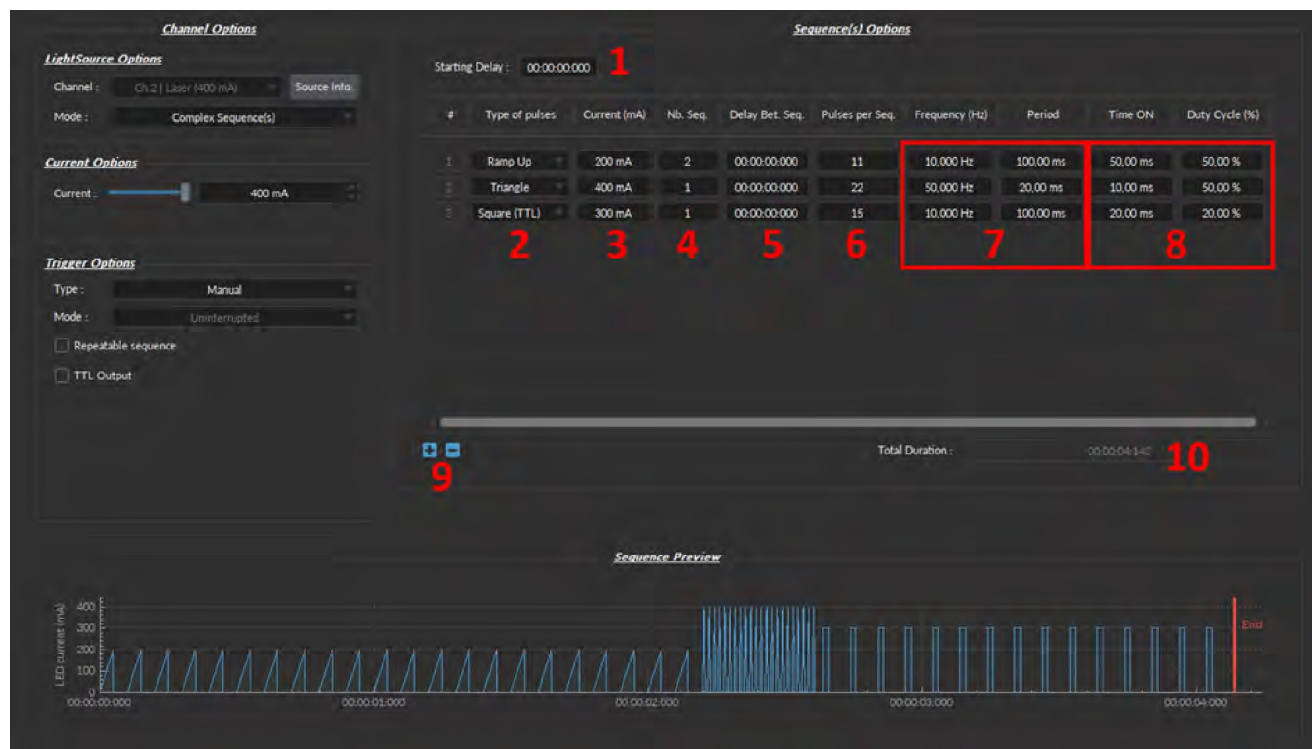

Figure 4.18 : Fenêtre des séquences complexes
1. Le **Délai (départ)** (Fig. 4.18) définit le délai (au format hh:mm:ss:zzz) avant la première séquence d'impulsions.
2. Le champ **Type Pulsation** (Fig. 4.18) permet de définir le type d'impulsion. Les impulsions peuvent être **carrées (TTL)**, **Triangle**, **Ascendante** (rampe), **Descendante** (rampe) ou **Délai**. Le type d'impulsion **Délai** est utilisé pour créer un retard entre différentes séquences.
3. Le paramètre **Courant** (Fig. 4.18) définit le courant maximum (en mA) pour la séquence donnée.
4. Le **Nb Séq.** (Fig. 4.18) définit le nombre de fois que la séquence sera répétée, avec un minimum de 1.
5. Le paramètre **Délai entre Séq.** (Fig. 4.18) définit le délai (au format hh:mm:ss:zzz) entre chaque séquence si l'option **Nb Séq.** est supérieur à 1.
6. Le paramètre **Impulsions par séquence** (Fig. 4.18) définit le nombre d'impulsions par séquence, avec un minimum de 1.
7. Le paramètre **Fréquence/Période** (Fig. 4.18) définit la fréquence (en Hz) ou la période (en ms) de la séquence d'impulsions. Ces deux valeurs sont liées, et lorsque l'une est modifiée, l'autre s'ajuste automatiquement. Par exemple, un signal à 10 Hz (fréquence) émettra une impulsion toutes les 100 ms (période), alors qu'une séquence d'impulsions à 0,5 Hz (fréquence) émettra une impulsion toutes les 2000 ms (période).
8. Le paramètre **Temps Actif/Rapp.cycle** (Fig. 4.18) permet de régler le temps (en ms) ou le rapport cyclique (en %) de chaque impulsion. Ces deux valeurs sont liées et lorsque l'une est modifiée, l'autre s'ajuste automatiquement. Le **Temps Actif** doit être inférieur à $(1/\text{fréquence}) + 0,005$ ms, tandis que le **rappport cyclique** doit être inférieur à 100 %.
9. Les **Commandes de séquence** (Fig. 4.18) permettent d'ajouter (+) ou de supprimer (-) des séquences dans la feuille de calcul.
10. La **Durée Totale** (Fig. 4.18) affiche le temps total de l'expérience. Les différentes valeurs peuvent être *Inf* pour infini, une valeur de temps valide ou *Err* si la valeur **Temps Actif** est supérieure à $1/\text{fréquence}$.